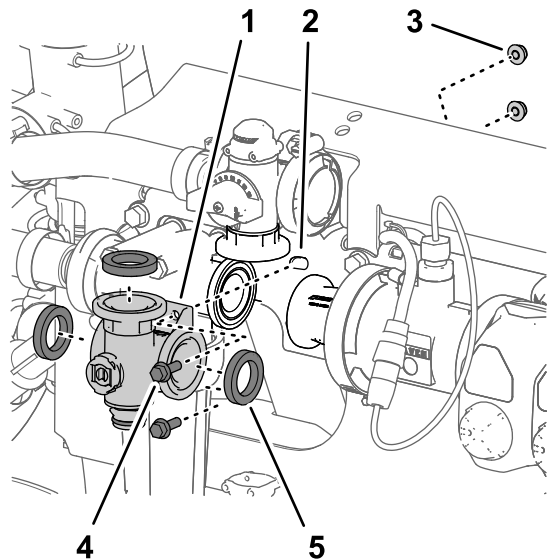
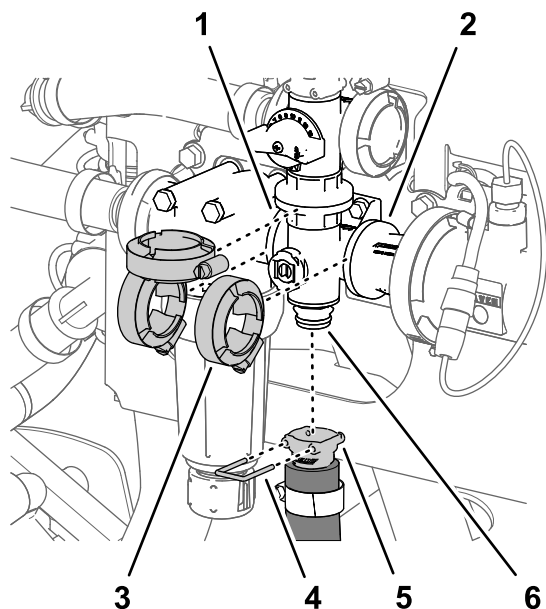

Bild 120
Bild 121
1. Fluchten Sie den Flansch des Rührwerkventilverteilers und drei Dichtungen mit den Flanschen des Rührwerksicherheitsventils, des Druckfilterkopfs und dem Kupplungsadapter aus (Bild 120 und Bild 121).
2. Befestigen Sie den Rührwerkventilverteiler mit drei Flanschklammen, die Sie in Entfernen des Rührwerkverteilerventils \(Seite 83\) entfernt haben, lose am Rührwerksicherheitsventil, am Druckfilterkopf und am Kupplungsadapter (Bild 121).
5. Ziehen Sie die drei Flanschklammen mit der Hand an (Bild 121).
6. Befestigen Sie die Schnellkupplung des Rührwerkschlauchs mit dem Schnellkupplungsstift am Schnellkupplungsanschlussstück des Rührwerkventilverteilers (Bild 121).